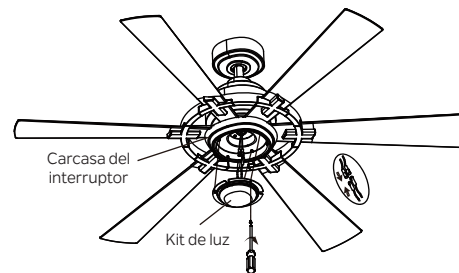

Figura 22
Paso 2. Sostenga el kit de luz cerca de la carcasa del interruptor y conecte los cables BLANCOS del kit de luz y el ventilador juntando los conectores. Siga el mismo procedimiento con los cables NEGROS. (Figura 22)
Paso 3. Introduzca las conexiones cuidadosamente en el kit de luz. Coloque los dos orificios de la ranura del kit de luz sobre los dos (2) tornillos que se aflojaron previamente de la carcasa del interruptor. Gire el kit de luz hasta que encaje en su lugar en el extremo estrecho de los orificios de llave. Apriete firmemente los dos (2) tornillos que aflojó anteriormente y el que quitó anteriormente. (Figura 22)